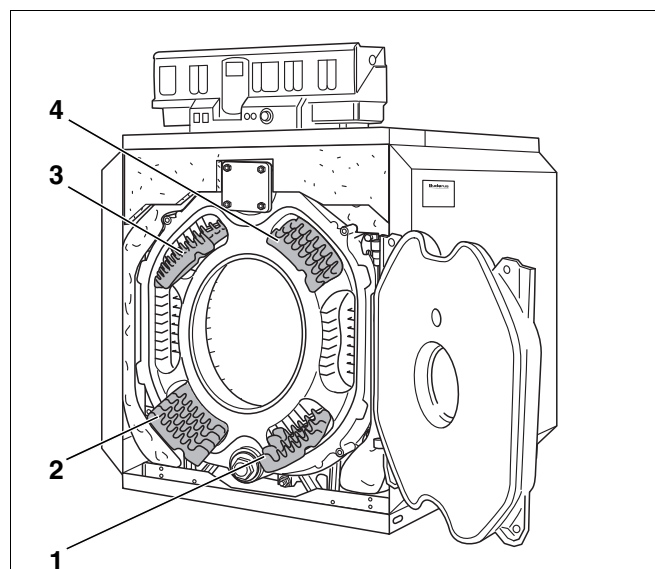

Fig. 51 Retirer les turbulateurs
- Retirer les turbulateurs des parcours de fumées vers l'avant (fig. 51, [1] - [4]).